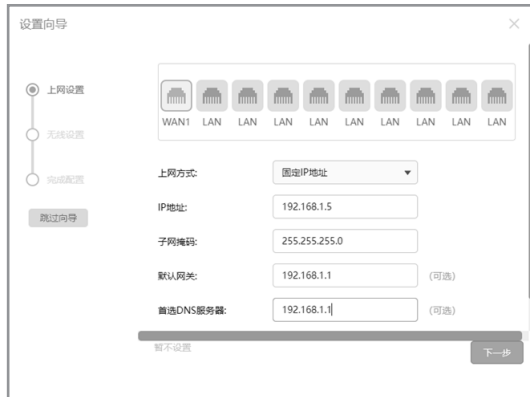

图4-5 上网方式--静态IP
3) 如果上网方式为固定IP地址,即拥有网络服务商提供的固定IP地址,则需要填写IP地址、子网掩码、网关和DNS服务器等内容,如图4-5所示。